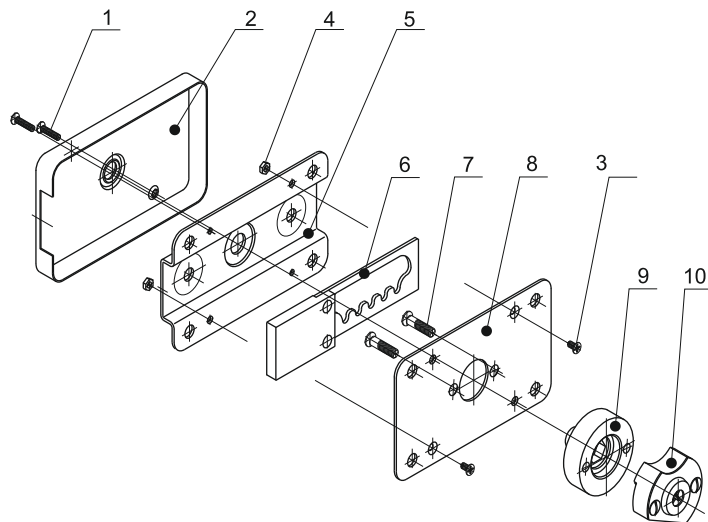

Рис.2
ТЕХНИЧЕСКОЕ ОБСЛУЖИВАНИЕ (см. рис. 2)
2. Разборка замка - в случае необходимости (см. рис. 2):
3. Сборку производите в обратном порядке, располагая детали, в соответствии с рис. 2.